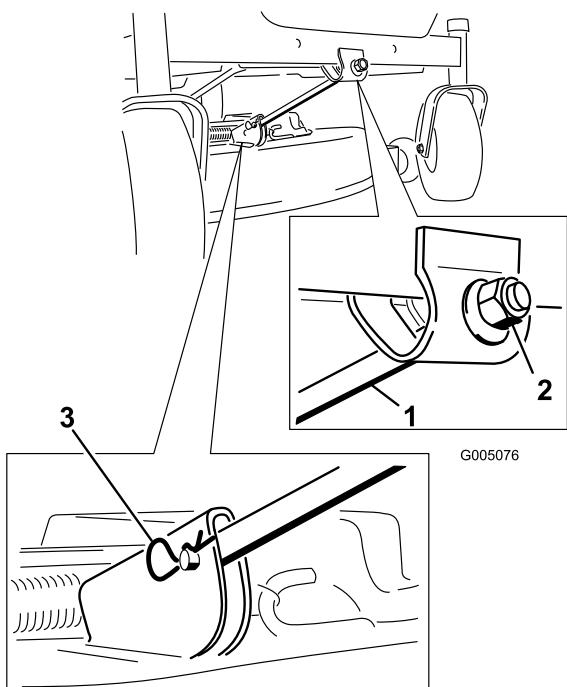

Figura 53
- Retire el pasador y la chaveta de la varilla de soporte delantera (Figura 53). Baje cuidadosamente la parte delantera de la plataforma del cortacésped al suelo.
6. Conecte la varilla de soporte delantera a la plataforma del cortacésped con el pasador y la chaveta (Figura 53).